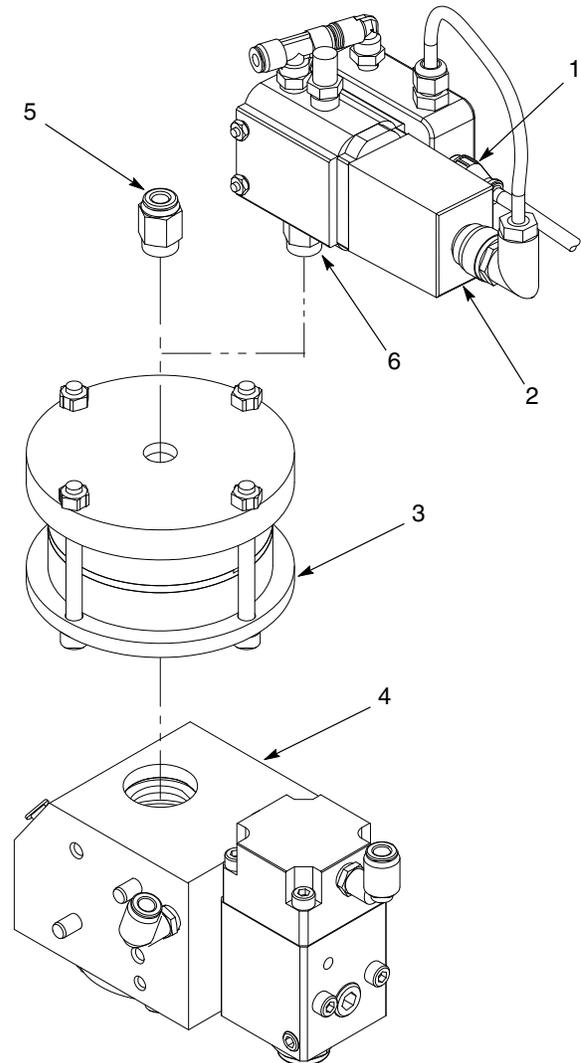

Figura 9 Sustitución del conjunto del cilindro neumático
1. Ver la figura 9. Dependiendo de la configuración del regulador CP II, realizar uno de los siguientes procedimientos: